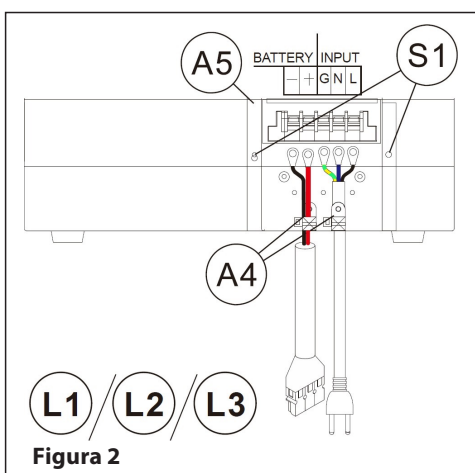

Figura 2
4. Collegare i cavi della batteria (**L1** per la serie Daker DK Plus o **L2** per la serie Keor S o **L3** per la serie Keor DK) al morsetto della batteria **(Figura 2)**.